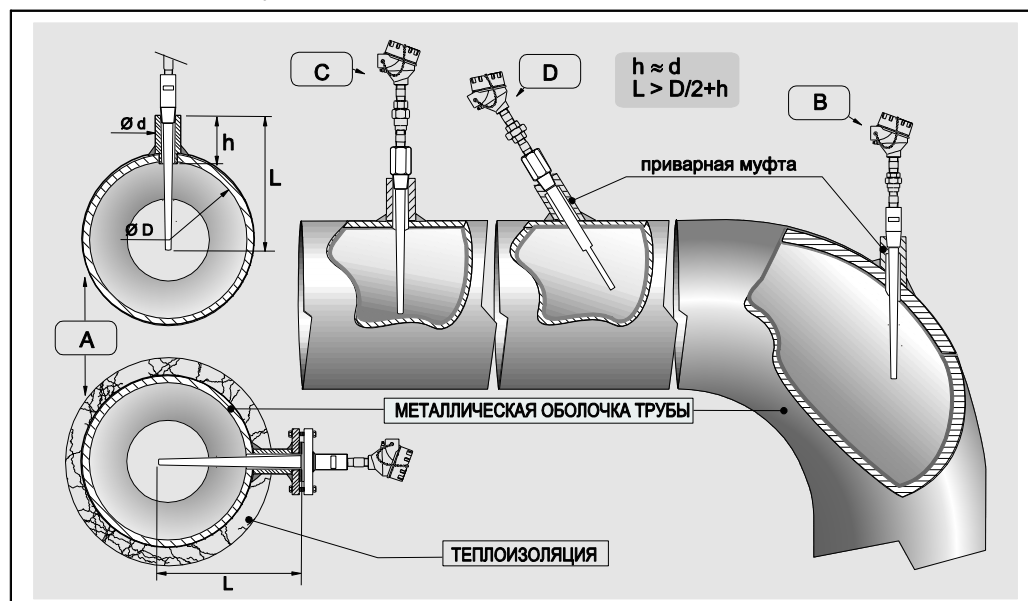

Рис. 3: Примеры монтажа
Прибор TC66 может быть установлен в трубах, резервуарах или в других конструкциях со сложными рабочими условиями посредством резьбовых или фланцевых соединений. Дополнительные детали для присоединений к процессу и прокладки (если они необходимы) не входят в комплект поставки датчика и должны приобретаться заказчиком отдельно. При установке глубины погружения необходимо учитывать все параметры датчика температуры и процесса, в котором осуществляется измерение. Если глубина погружения невелика, при регистрации температуры может возникнуть ошибка, вызванная низкой температурой жидкости рядом со стенками и теплопередачей, происходящей через стержень датчика. Воздействием такой ошибки невозможно пренебрегать при наличии большой разницы между рабочей температурой и температурой окружающей среды. Для предотвращения ошибок измерения такого рода рекомендуется использовать термогильзы небольшого диаметра с глубиной погружения (U) не менее 100-150 мм. В случае труб малого диаметра необходимо, чтобы наконечник зонда доходил до оси трубы и, предпочтительно, слегка выступал за нее (см. рис. 3А-3С). Изоляция внешней части датчика позволяет уменьшить эффект, вызванный малой глубиной погружения. Кроме того, возможна установка под наклоном (см. рис. 3В-3D).